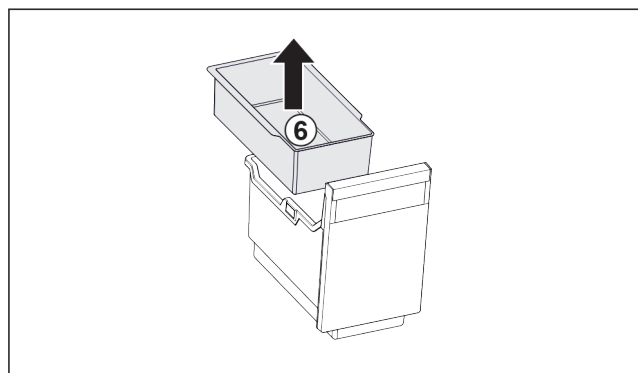

Fig. 140
- Rimuovere la vaschetta da agganciare Fig. 140 (6).